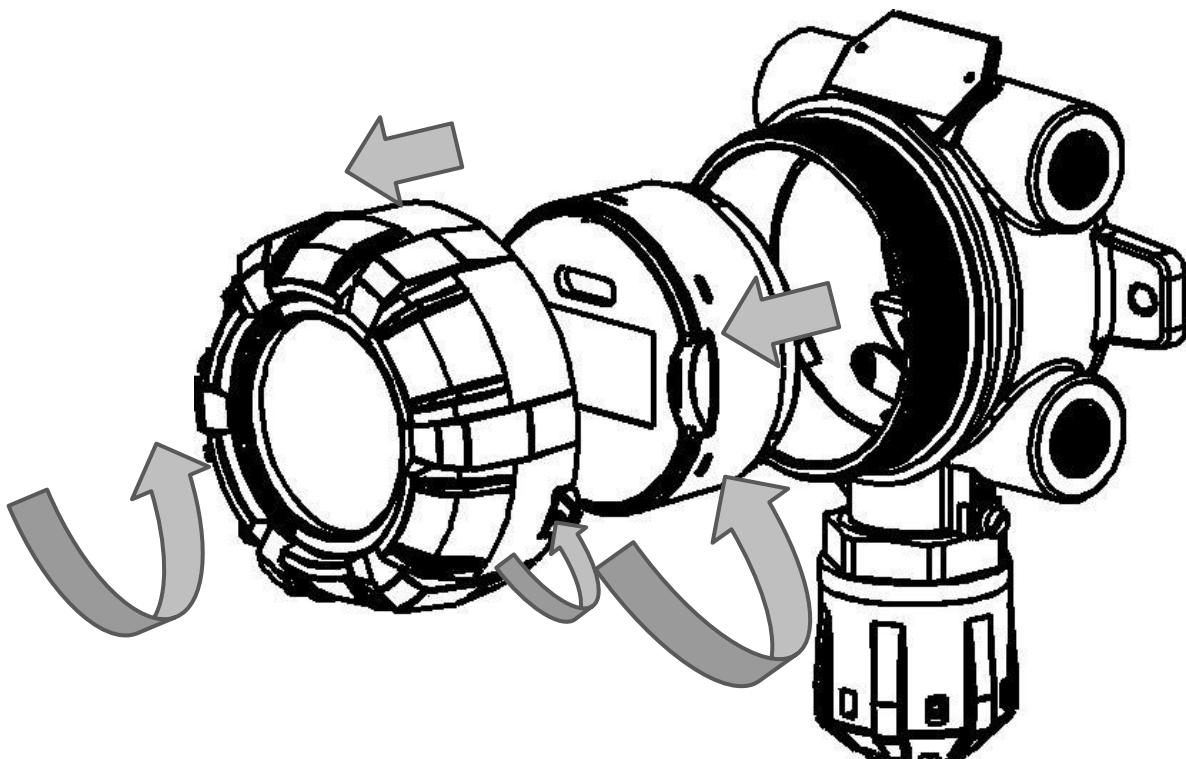

Рисунок 11– Схема разбора AXIOM
- 1) Открутить стопорный винт в крышке газоанализатора (рис.11).